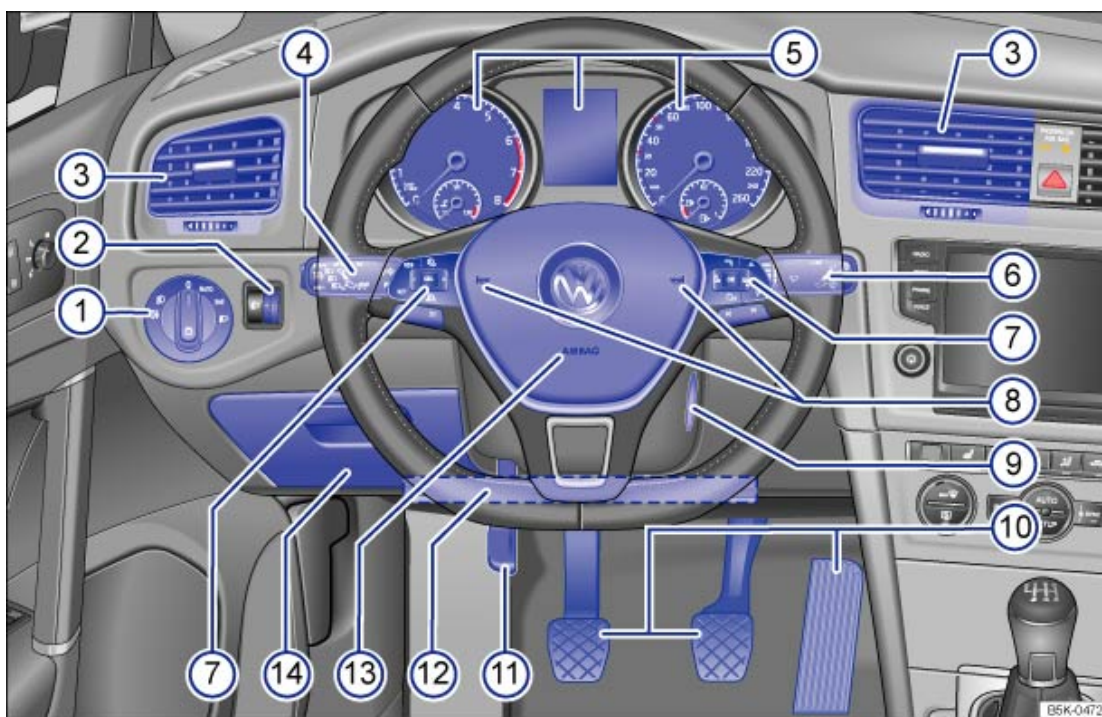

Fig. 5 Vue d'ensemble du côté conducteur (véhicules à direction à gauche).
**Légende de la → Fig. 5 et de la → Fig. 6 :**